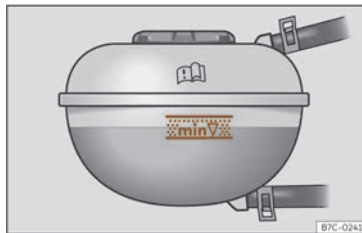

Fig. 211 A l'obertura davantera: marca al dipòsit d'expansió del líquid refrigerant.
- Amb el motor fred, comproveu el nivell del líquid refrigerant en les marques laterals del dipòsit d'expansió >>> **fig. 211**. El nivell del líquid refrigerant s'ha de trobar entre les marques.
● El nivell del líquid refrigerant s'haurà de trobar entre les marques del dipòsit d'expansió >>> **fig. 211. No sobrepassau mai la vora superior de la zona marcada** >>> △.
● En afegir líquid refrigerant, no sobrepassu la vora superior de la zona marcada >>> **fig. 211**. En cas contrari, quan pugui la